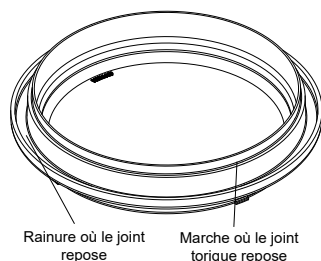

Figure 14. Installation du Joint torique test de pression bleu
2. Placez le joint torique bleu sur la marche située à $\frac{1}{4}$ po de la partie inférieure du couvercle. Reportez-vous à la Figure 14.